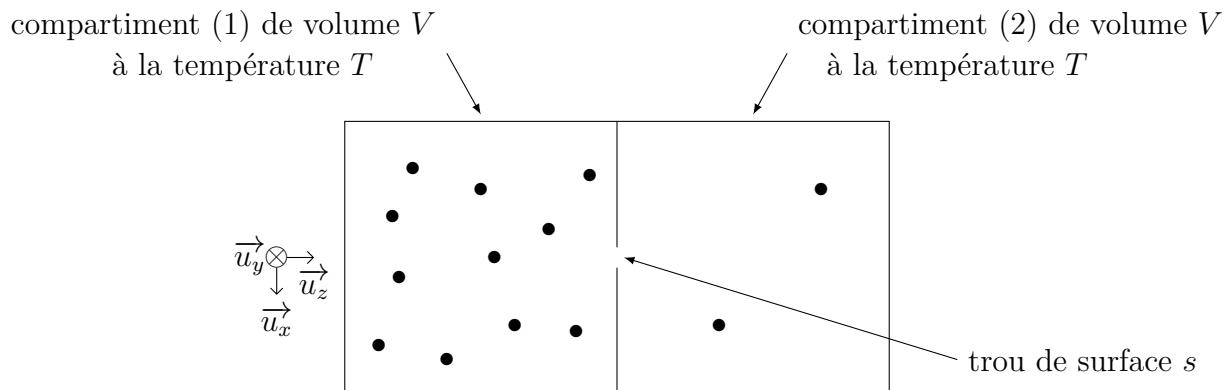

FIGURE 1 – Dispositif de séparation isotopique par effusion gazeuse, à une date $t > 0$
- Q11. Afin d'optimiser le processus d'enrichissement, une cascade est réalisée en plaçant p dispositifs similaires à celui présenté figure 1 (que l'on nomme étage d'enrichissement) en série, le gaz enrichi de l'étage k alimentant l'entrée de l'étage $k + 1$. Déterminer le nombre p de passages nécessaires à travers les parois poreuses pour arriver à la proportion finale de 4,0% en isotope 235 partant d'un titre initial de 0,71%.